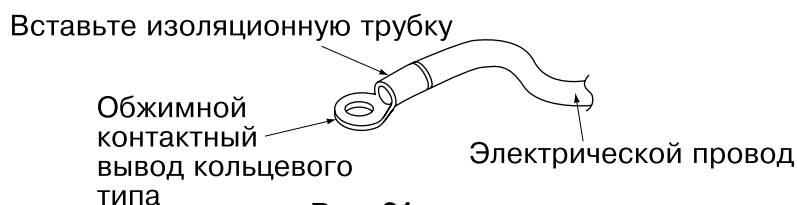

Рис. 21
1. Для присоединения проводов к клеммной колодке источника питания пользуйтесь обжимными круглыми выводами. (См. рис. 21)